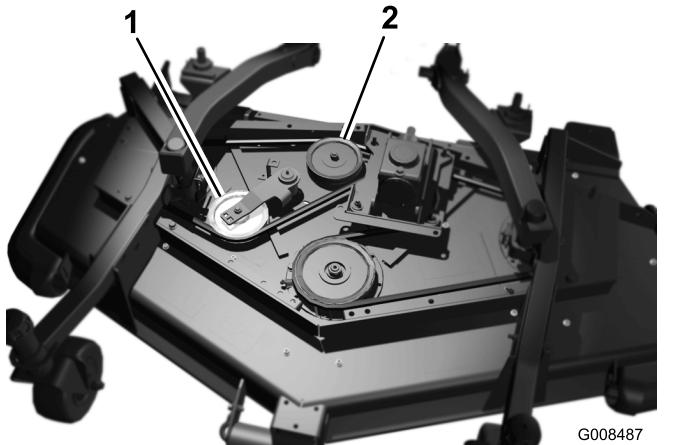

図3
- 6. トルクレンチなどの工具を使ってスプリング付きアイドラプー図3をベルトから引き離してベルトの張りをなくし、ベルトを固定アイドラプーから外す。